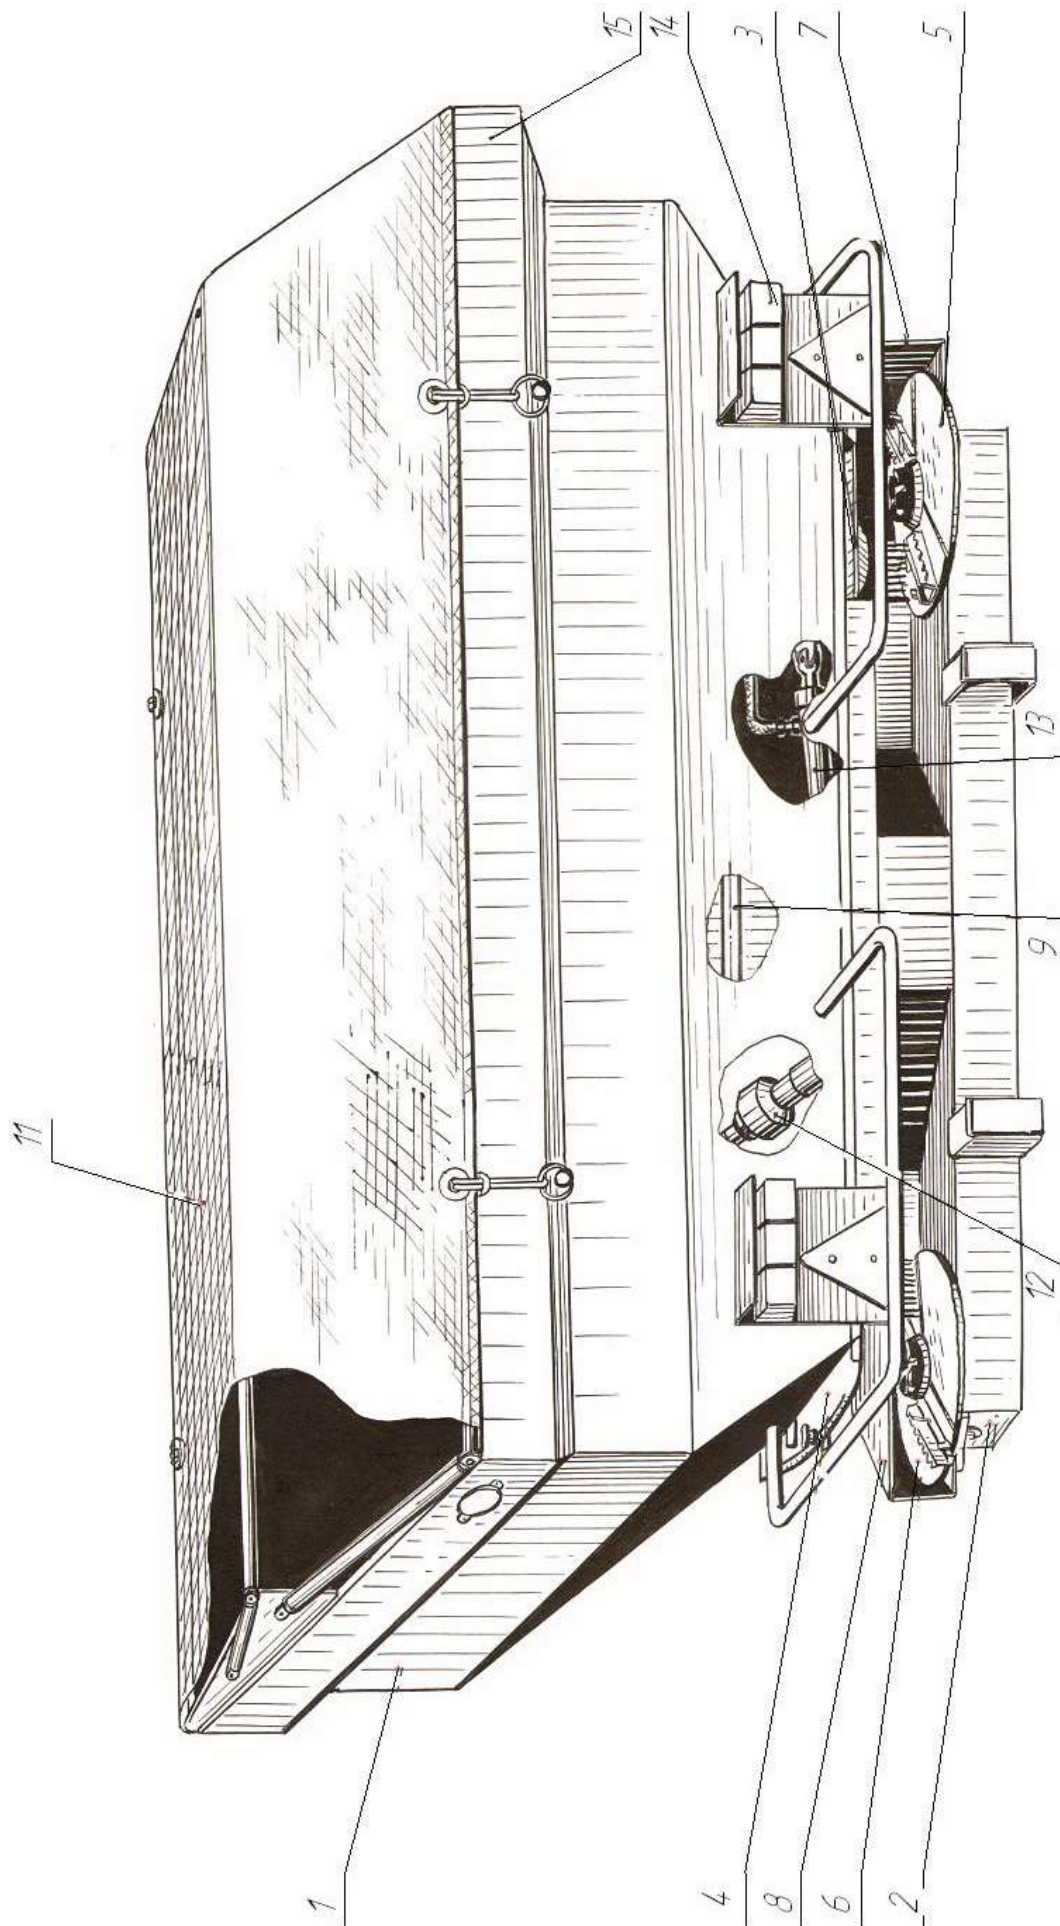

Рисунок 1 - Рассеиватель РУ-1600
2.1 Основными составными частями рассеивателя РУ-1600 являются: бункер с рамой 1 (рисунок 1), привод с муфтой фрикционной 2, механизм дозирующий правый 3 и левый 4, метатель дисковый правый 5 и левый 6, отражатель правый 7 и левый 8, рыхлитель 9, тент 11, карданная передача 12, гидросистема 13 и электрооборудование 14.
2.8 Тент 11 (рисунок 1) предназначен для защиты удобрений в бункере от действия атмосферных осадков и уменьшения пылевых потерь и состоит из двух кронштейнов, крепящихся к надставке бункера, на которых установлены две скобы, к которым крепится полотнище. Полотнище в закрытом положении тента фиксируется в двух точках к рамке и четырёх точках к бункеру.